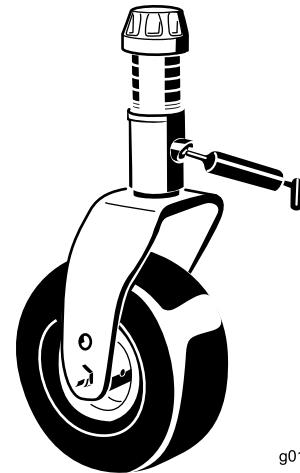

Figura 42
- Boccole (2) dell'asse della forcella delle ruote orientabili (Figura 42)